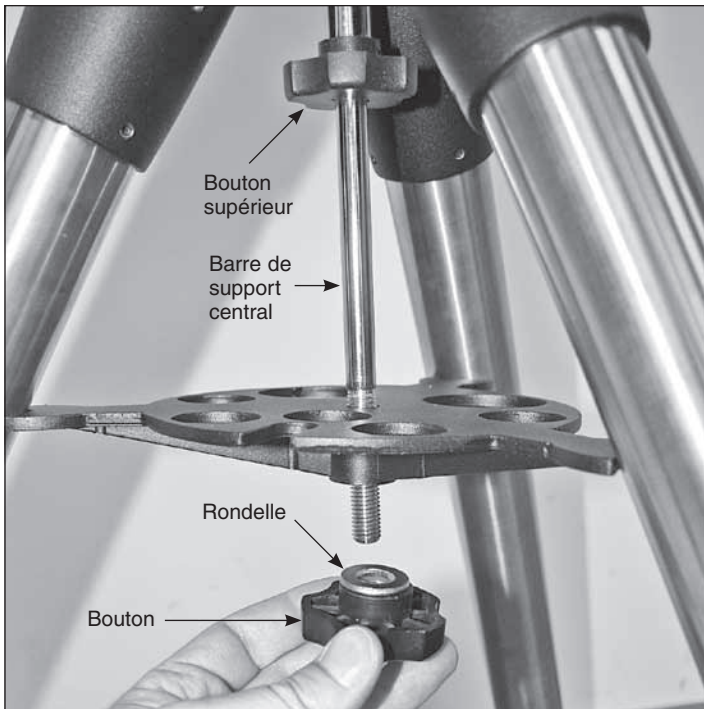

Figure 4. Installation du distributeur des montants du trépied, qui est aussi un oculaire/porte-accessoire.
1. Retirez le bouton et la rondelle de la partie inférieure de la barre de support central. Glissez le plateau de support de trépied le long de l'axe du support central jusqu'à ce que les trois bras du plateau touchent les montants du trépied. Le côté plat du plateau de support doit être orienté vers le haut. Assurez-vous que le « V » de chaque bras de plateau soit contre un montant du trépied. Placez la rondelle sur la barre de support central, contre le plateau, et faites-la monter en vissant le bouton sur toute la hauteur de la barre de support central jusqu'à ce qu'elle soit serrée contre le plateau (**Figure 4**). Le plateau de support du trépied offre une stabilité supplémentaire pour le trépied et peut contenir jusqu'à cinq oculaires de 1,25" et deux oculaires de 2" (31,75 mm et 50,8 mm).